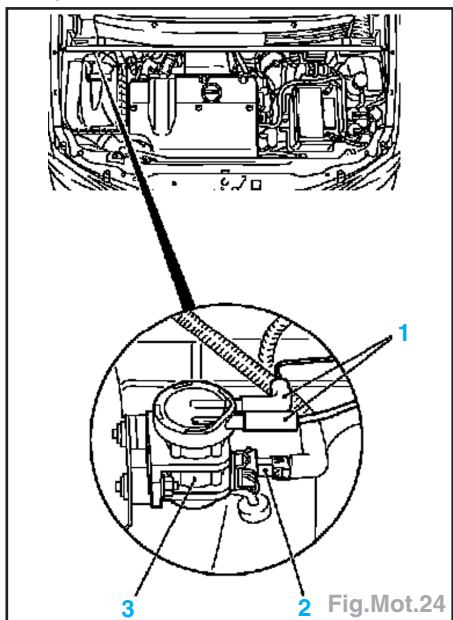

Fig.Mot.24
- Débrancher le connecteur électrique (2) et les tuyaux de dépression (1) (Fig.Mot.24).